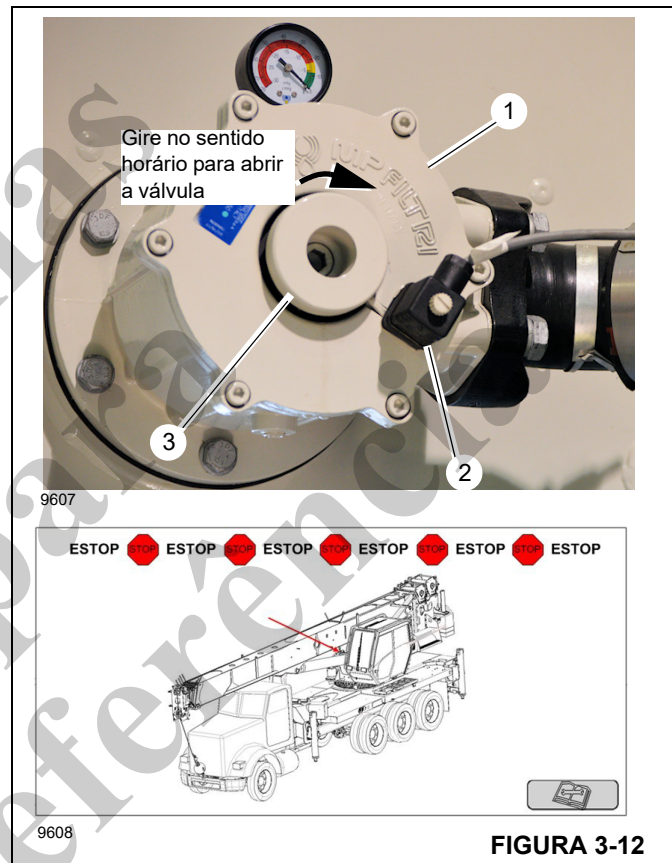

FIGURA 3-12
A bomba de sucção hidráulica (1, Figura 3-12) está localizada na parte dianteira do tanque hidráulico. A bomba possui uma chave de segurança (2) que determina se a válvula de corte está aberta ou fechada. A válvula deve estar totalmente
Quando a válvula de sucção é fechada, a tela de atenção de ESTOP aparece no RCL (Figura 3-12). A tela de ESTOP persiste até que a válvula de sucção esteja totalmente aberta.